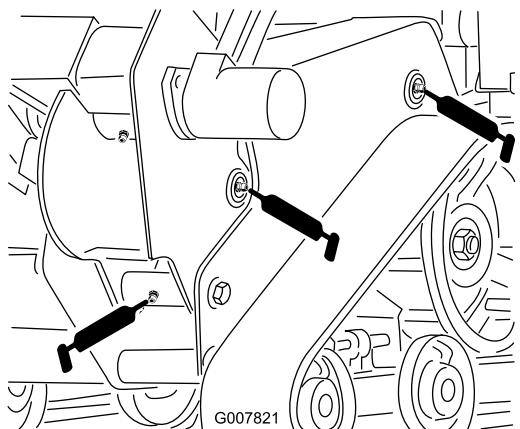
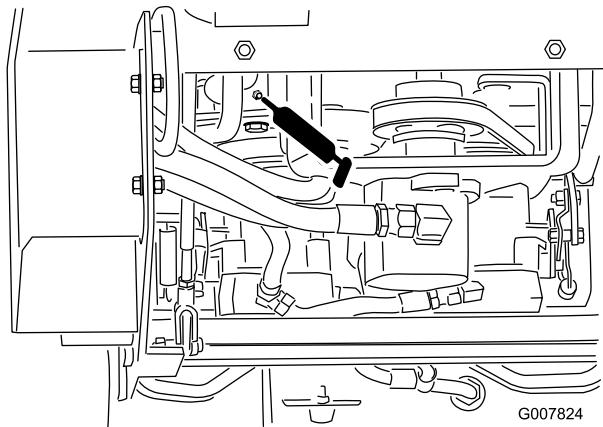

Figura 27
Figura 30
3. Conecte una pistola de engrasar a cada punto de engrase (Figura 27 a Figura 30).